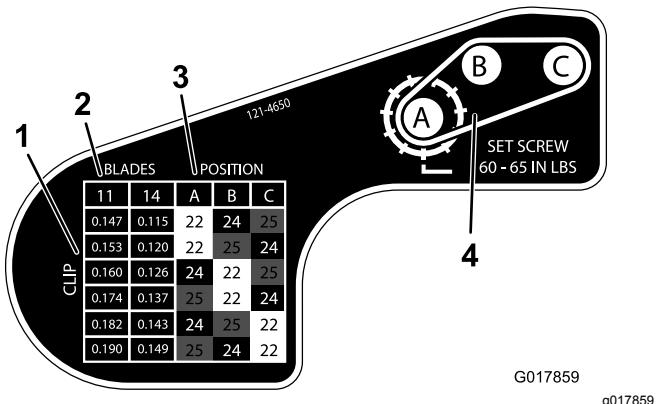

図 17
6. 図 17 のデカルにある表を参考にして希望するクリップを決定し、そのクリップにセットするためにはどのプーリーを移動させる必要があるかを調べる。
9. 各プーリーを、それぞれの新しい位置に取り付ける図 17。